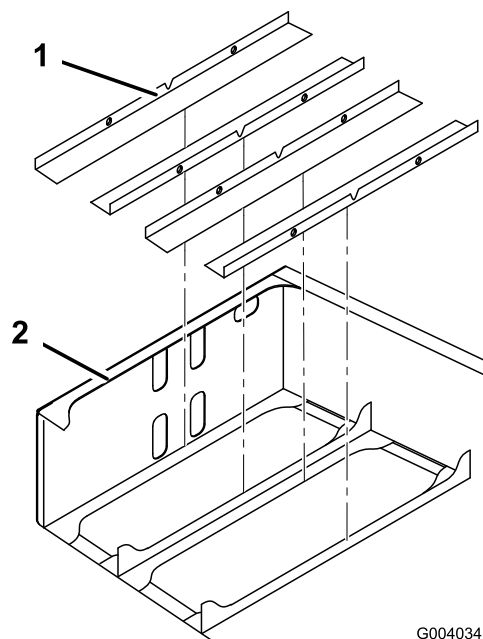

Figure 9
2. Placez les cales du support de batteries dans le châssis arrière, comme illustré à la Figure 9.